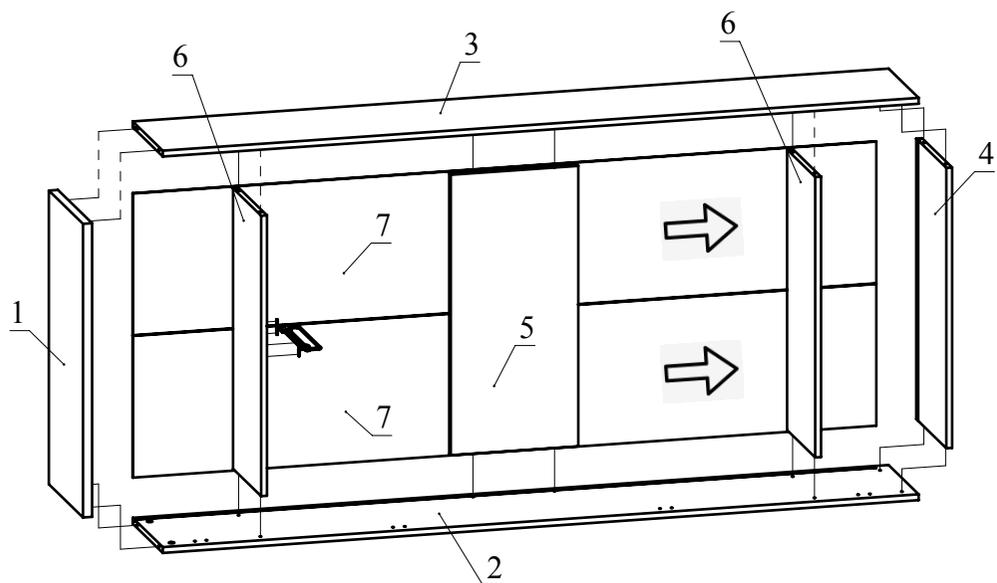

Рис.5
5. Установите детали 4, 5, 6 (2шт.) на деталь 2 и зафиксируйте, повернув конфирматным ключом головки минификсов по часовой стрелке до упора (Рис. 5).
6. Установите деталь 3 на детали 4, 5, 6 (2шт.) и зафиксируйте, затягивая конфирматным ключом головки минификсов (Рис. 5).
7. В пазы деталей 2, 3, 4 последовательно вставьте задние стенки 7 из ДВП. Между задними стенками установите стыковочный профиль для ДВП (Рис. 5).
8. Установите деталь 1 на детали 2, 3 и зафиксируйте, затягивая конфирматным ключом головки минификсов (Рис. 5).